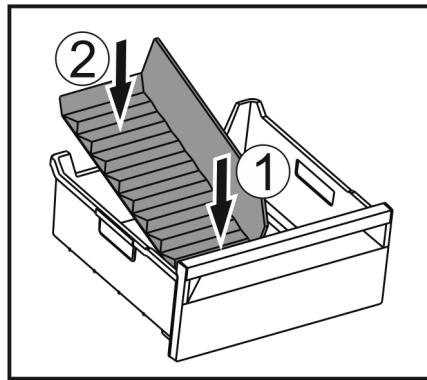

Fig. 171
► Вставити передню частину перегородки відділення для льоду. Fig. 171 (1)
► Опустити задню частину перегородки відділення до dna ящика для кубиків льоду. Fig. 171 (2)